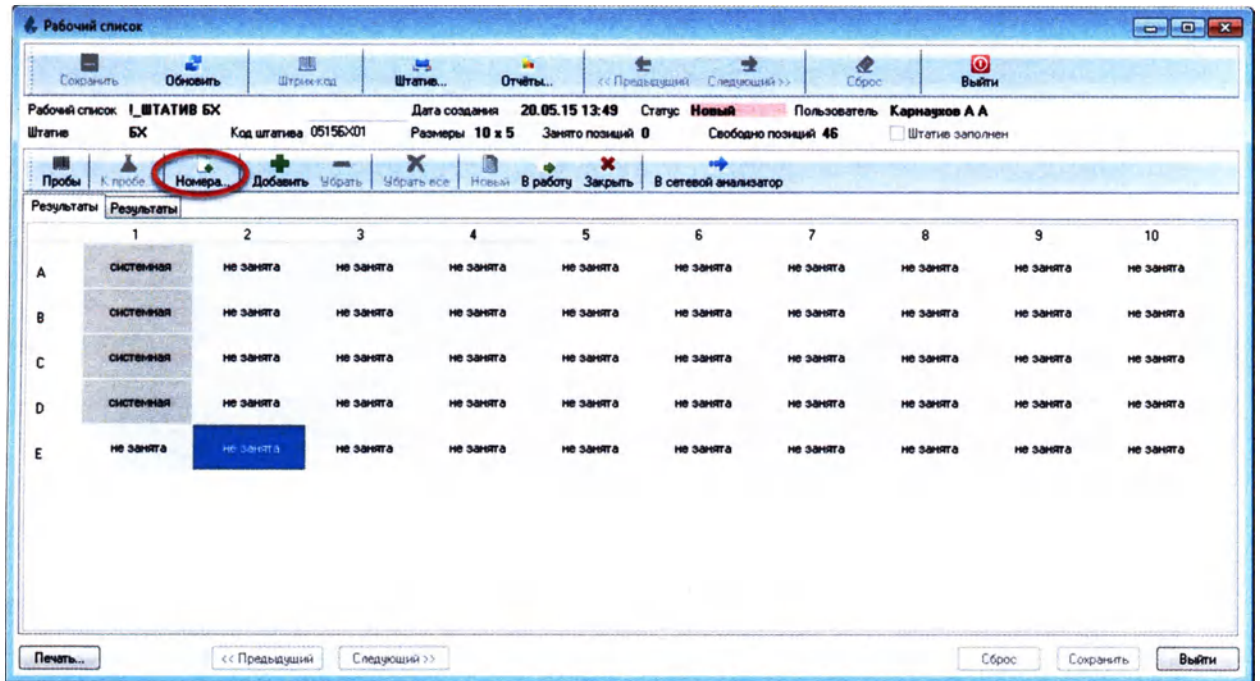

Рисунок 6.23
1. В карточке рабочего списка нажмите кнопку «Номера» (Рисунок 6.23):